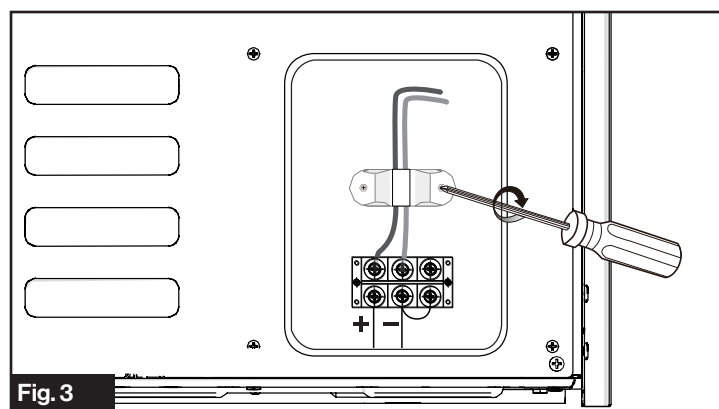

Fig. 3
4. Fixez le câble sur la décharge de traction, puis remplacez le couvercle du connecteur. (Fig. 3)